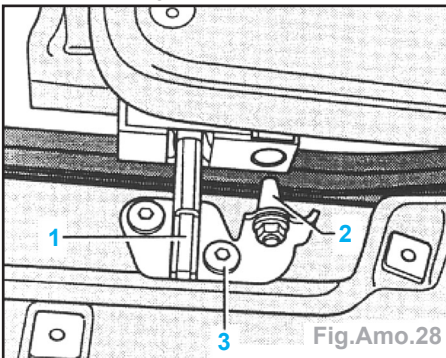

Fig.Amo.28
Nota : La gâche (1) est alignée par le tenon (2) (Fig.Amo.28).